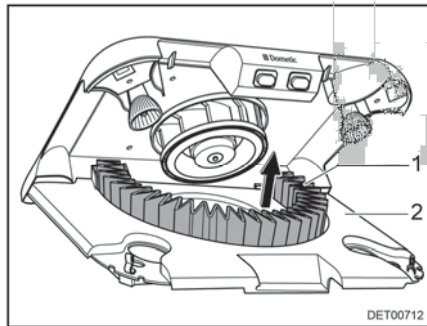

Bild 161 Aktivkohlefilter wechseln
- Aktivkohlefilter (Bild 161,1) nach oben aus der Halterung herausnehmen.
- Filterträger (Bild 161,2) nach oben schwenken, bis er einrastet.